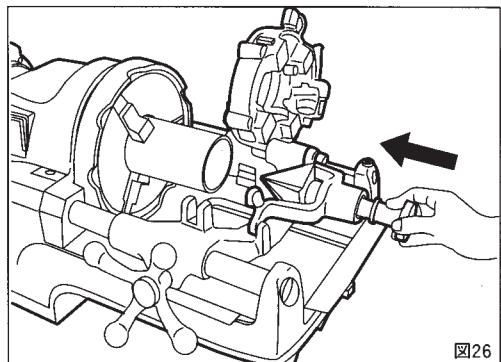

図26
- ③ 握りを反時計方向に回してホルダーにセットします。(図26)